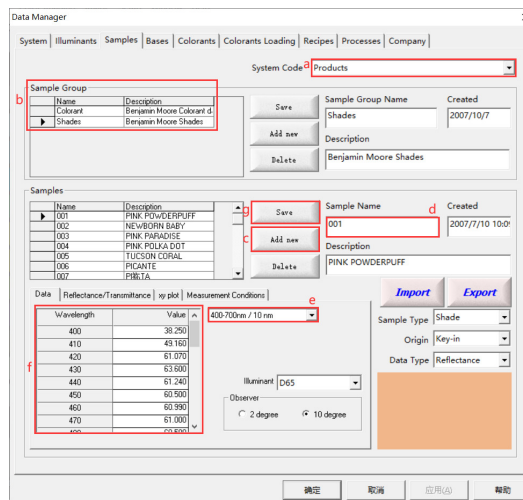

图 6-10 键入光谱数据界面
- a. 打开 Color Management → Data Manager → Samples (如图 6-10), 选中相应的 System Code;